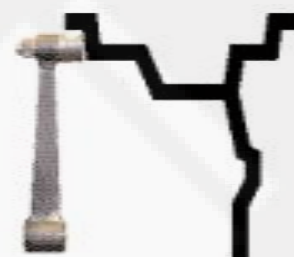

Рисунок 8.1
8.2.2 Данная модель БМ снабжена устройством, позволяющим автоматически вводить диаметр «d» колеса и дистанцию «А». Для этого необходимо, взяв за рукоятку, вытянуть из корпуса БМ штангу ввода параметров, подвести палец на конце рукоятки к месту установки корректирующих грузов на внутренней стороне обода (см. рис. 8.1) и удерживать штангу в этом положении до появления звукового сигнала, после чего вернуть штангу в исходное положение.